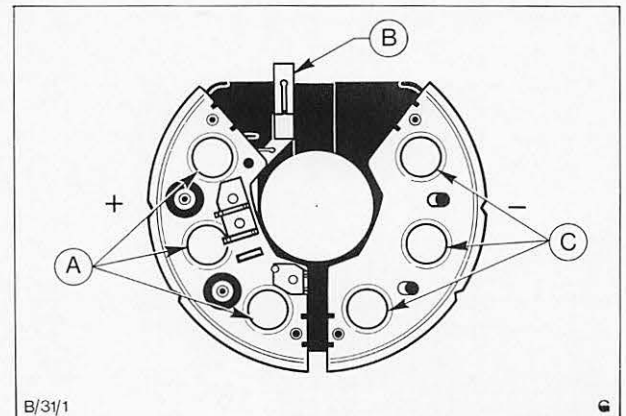
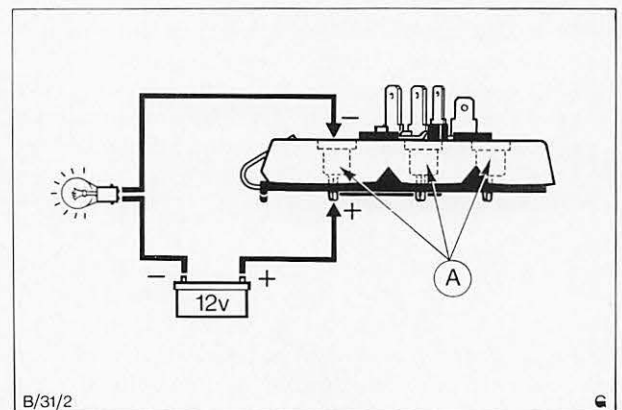
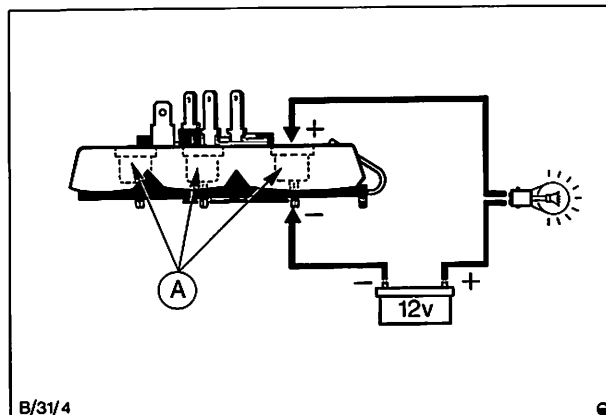

Abb. 18 A = Plus-Dioden
Abb. 19 A = Plus-Dioden
Abb. 21 A = Minus-Dioden
11. Prüfkreis am Plus-Teil des Diodenträgers anschließen. Abb. 18. Dabei Minus-Prüfspitze an Oberseite, Plus-Prüfspitze an Unterseite der zu prüfenden Diode halten. Abb. 19. Funktioniert die Diode einwandfrei, so leuchtet die Prüflampe auf.
Prüfkreis am Minus-Teil des Diodenträgers anschließen. Abb. 18. Dabei Plus-Prüfspitze an Oberseite, Minus-Prüfspitze an Unterseite der zu prüfenden Diode halten, Abb. 21. Funktioniert die Diode einwandfrei, so leuchtet die Prüflampe auf. Diesen Vorgang zum Prüfen der beiden anderen Dioden wiederholen.